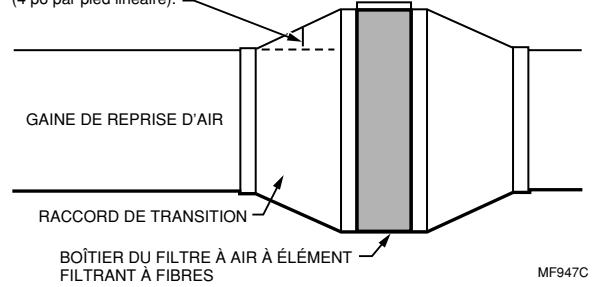

Fig. 11. Modification graduelle de la taille de la gaine d'air en vue de réduire la turbulence.
1. Les raccords de transition réduisent la turbulence et augmentent l'efficacité. Voir la Fig. 11.